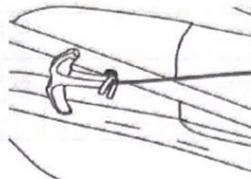

Рис. 18
- Вставьте ручку ручного запуска в направляющую троса с правой стороны во время работы (рис. 18).